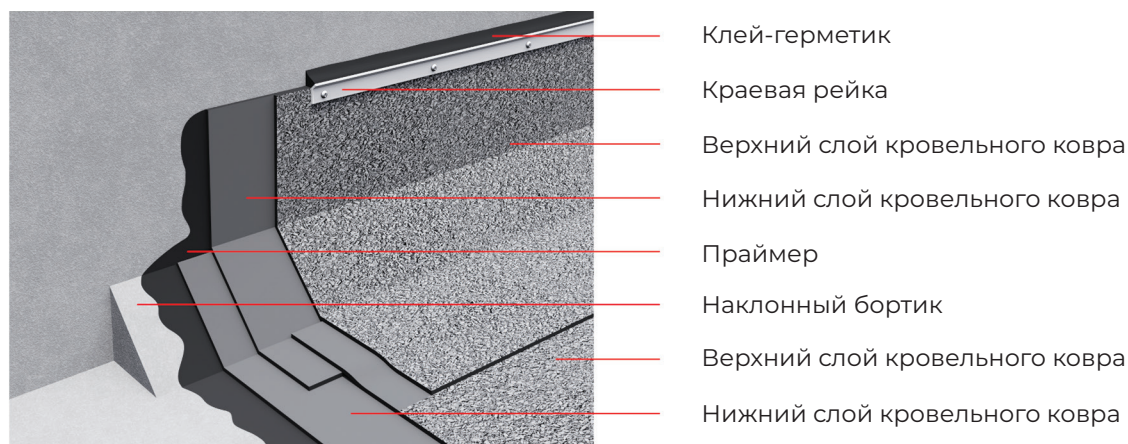

Рисунок 52 – Устройство двухслойного кровельного ковра к стене или парапету при перпендикулярном расположении полотен
5.8.2 При высоте стены или парапета более 650 мм слои кровельного ковра заводятся на высоту не менее 300 мм от горизонтальной поверхности и прижимаются краевой рейкой с помощью саморезов или дюбель-гвоздей. По верхнему краю рейки наносится Клей-герметик (Рисунок 52)